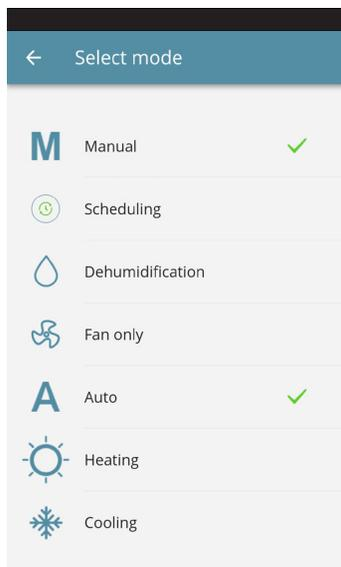

Abbildung 2-16
- Auf diese Weise greifen Sie auf die Bildschirmseite laut Abbildung 2-16 zu.